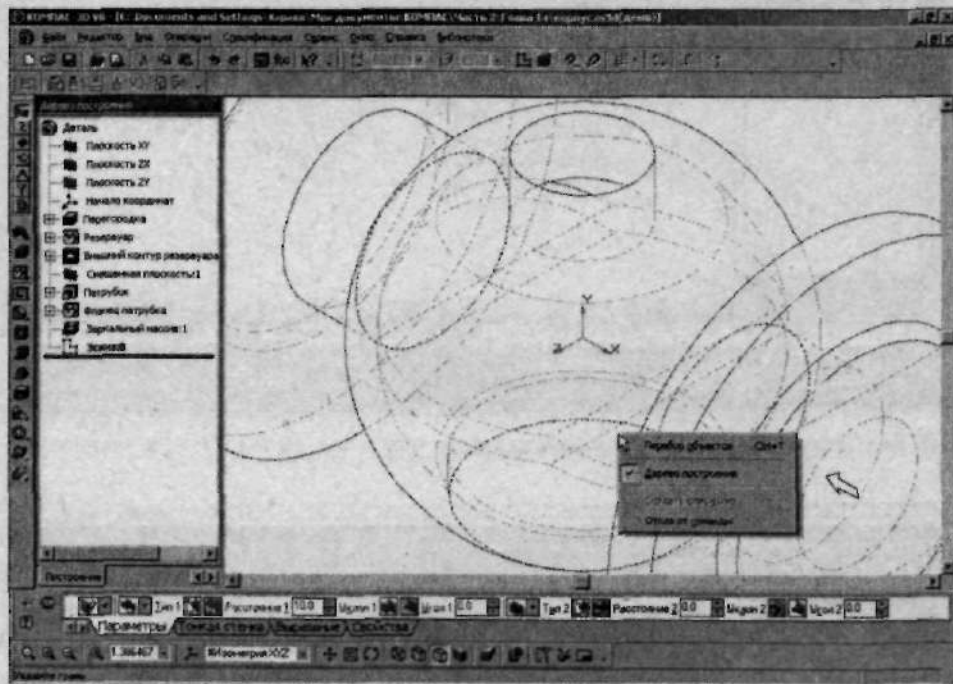

Рис. 2.144. Из появившегося меню выберите пункт **Перебор объектов**
6. Укажите поверхность, до которой требуется провести построение, — наклонную поверхность перегородки. Для этого подведите указатель к этой поверхности и щелкните правой кнопкой мыши. Появится меню, из которого выберите пункт **Перебор объектов** (рис. 2.144).